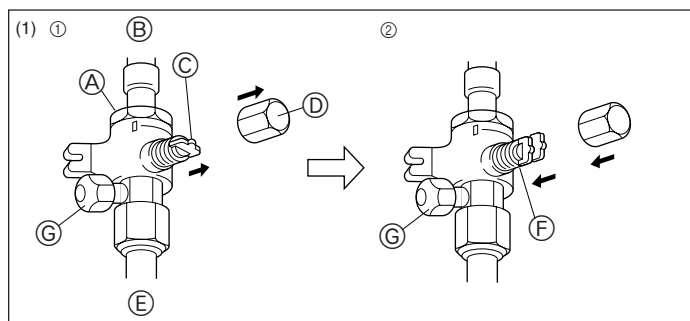
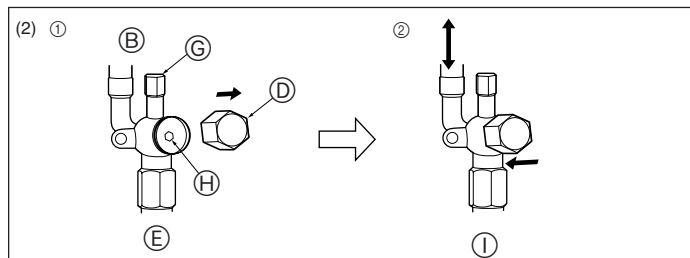

Fig. 4-6
Fig. 4-7
- (1) Сторона с газом (Fig. 4-6)
- ① Снимите колпачок, потяните ручку на себя и поверните на 1/4 оборота против часовой стрелки для открытия.
- ② Убедитесь в том, что запорный кран полностью открыт, надавите на ручку и поверните колпачок в первоначальное положение.
- (2) Сторона с жидкостью (Fig. 4-7)
- ① Снимите колпачок и поверните шток золотника против часовой стрелки до упора, используя для этой цели 4 мм шестиугольный гаечный ключ. Прекратите поворачивать шток в момент, когда тот достигнет стопора. (ø6,35: Приблизительно 4,5 оборотов) (ø9,52: Приблизительно 10 оборотов)
- ① Кран
② Со стороны блока
③ Ручка
④ Колпачок
⑤ Со стороны местной трубы
⑥ Положение "открыто"
⑦ Стык для техобслуживания
⑧ Отверстие под ключ